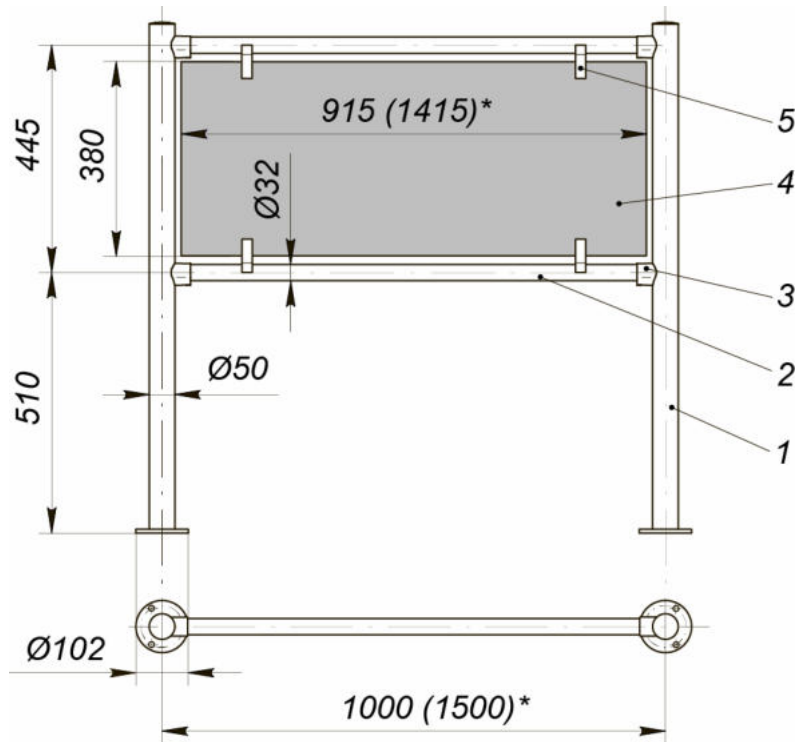

Рисунок 1. Стационарная секция ограждения с заполнением¹:
- **Стационарная секция ограждения** с заполнением (см. рис. 1) или без заполнения (см. рис. 2), предназначенная для ограничения зоны прохода или оформления интерьера. Заполнение может изготавливаться из тонированного стекла или полимерного материала.
¹ Варианты исполнения см. табл. 2. Крепление заполнения секции аналогично, как на рис. 1.